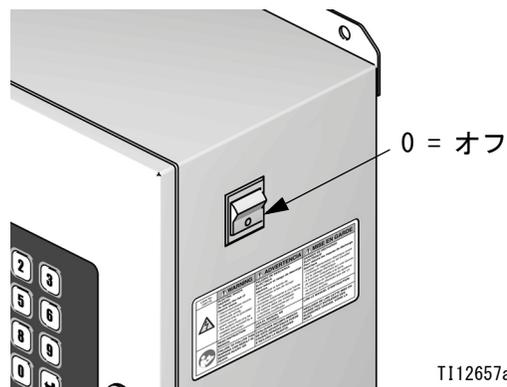

図 24: 電源オフ
1. ProMix 2KS の電源を切ります (0 位置)。図 24。メインサーキットブレーカの電源も落とします。